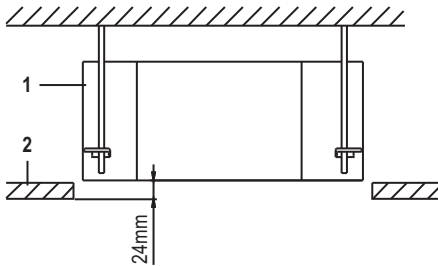

Рис. 5-4
- Отрегулируйте расположение блока, убедившись в том, что расстояния между корпусом блока и потолочной конструкцией одинаково по всему периметру корпуса блока. Нижняя поверхность корпуса блока должна быть утоплена в потолочную поверхность на 24 мм (рис. 5-4).